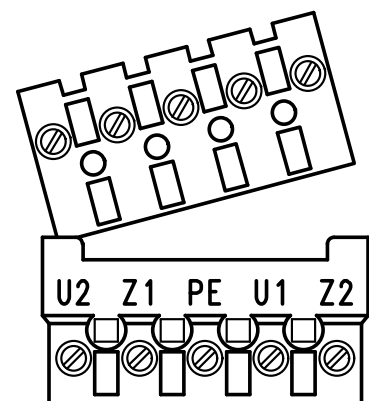

Abb. 2: Motorstecker
- Abziehen des 5 - poligen Motorsteckers Z2/U1/ Z1/U2 und PE (Abb. 2)